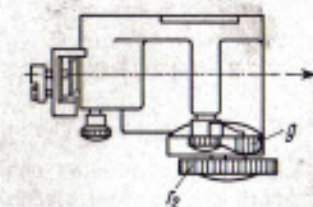

Bild 28
4. Objektivträger mit beiden Händen anfassen, in Projektionsrichtung drücken und aus der Führung herausnehmen (Bild 28).